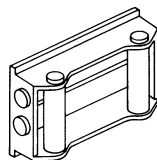

Figure 18
6. Pour réduire de manière importante l'usure du câble pendant les treuillages sur angle, ÉQUIPEZ LE TREUIL D'UN guide-cÂble (Fig. 18). Les roulements éliminent l'abrasion et le frottement excessif du câble.